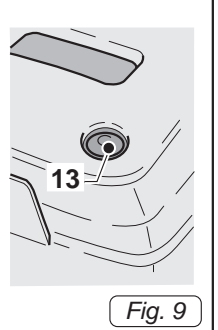

Fig. 9
- При нажатии выключателя (13 Рис.9) пылесос включается.
- Для выключения прибора нажать выключатель (13 Рис. 9).